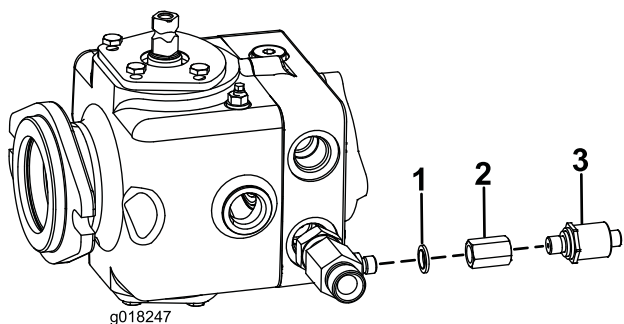

Figura 8
3. Avvitare l'adattatore del pressostato nel raccordo a T utilizzando una guarnizione Dowty (1/4"), come illustrato nella Figura 8.
4. Avvitare il pressostato nell'adattatore (Figura 8). Serrare il pressostato a 34 N·m.